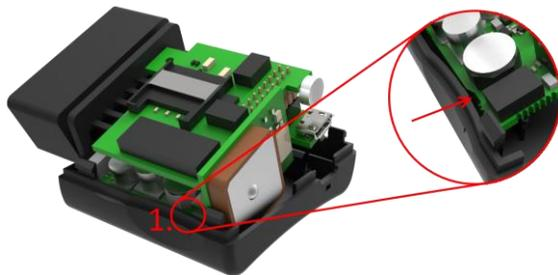

Рисунок 8. Вставьте ПП под пластиковый штифт 1
1. Нижняя часть полностью собранной ПП вставляется под пластиковый штифт нр.1 (см. рисунок 8).